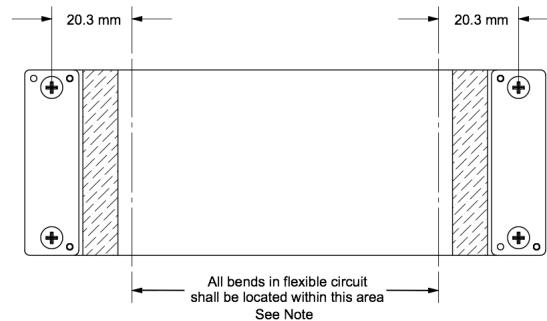

图 1-7. 柔性电缆图
- 将电缆弯曲至图 1-7 中标识的区域（即距离连接器板中心 20.3mm 的区域内）之外。